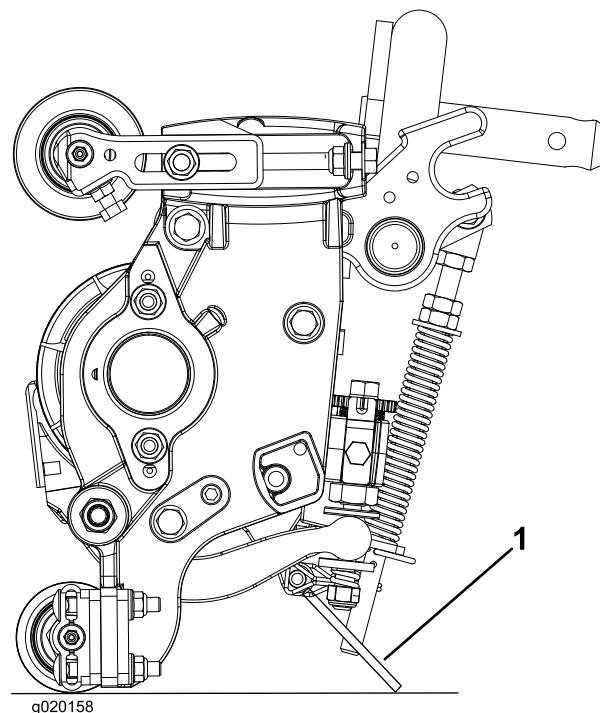

図 17
**重要** ユニット左右についているベッドバー調整ネジのナットが床に当たっていないことを確認する図 17。